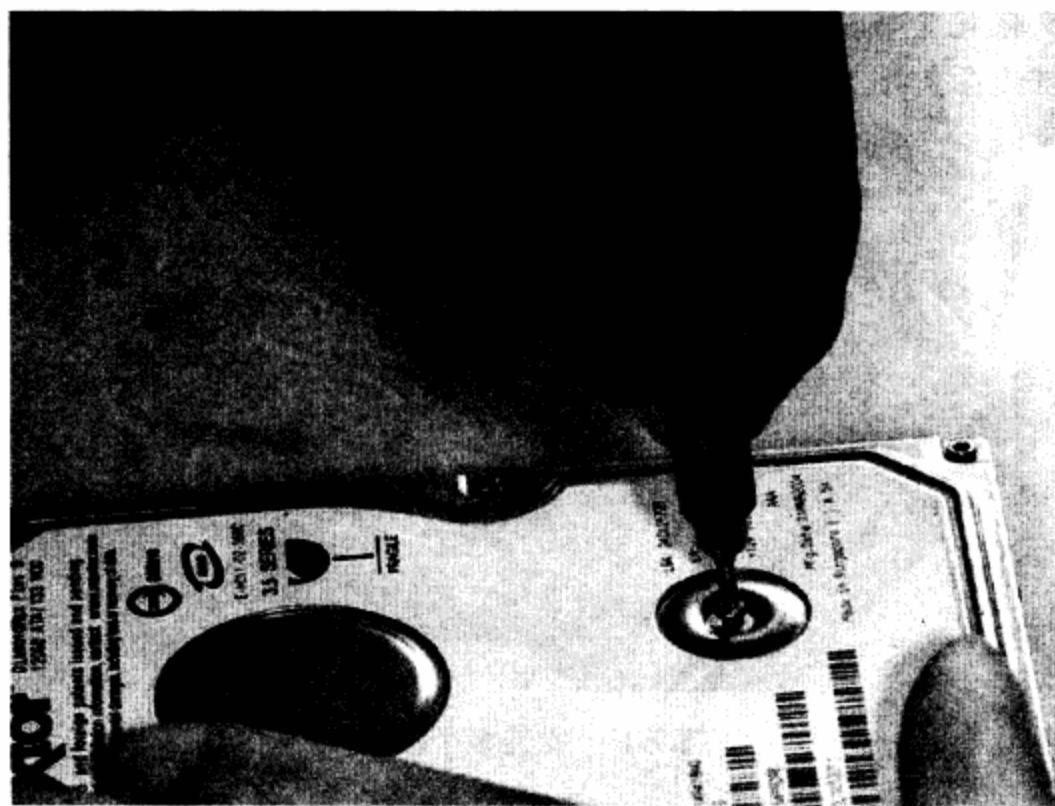

图7-20 盖上盖板
**步骤 14** 确定没有问题之后盖上固定盖板。磁头已经更换完毕。如图7-20所示。